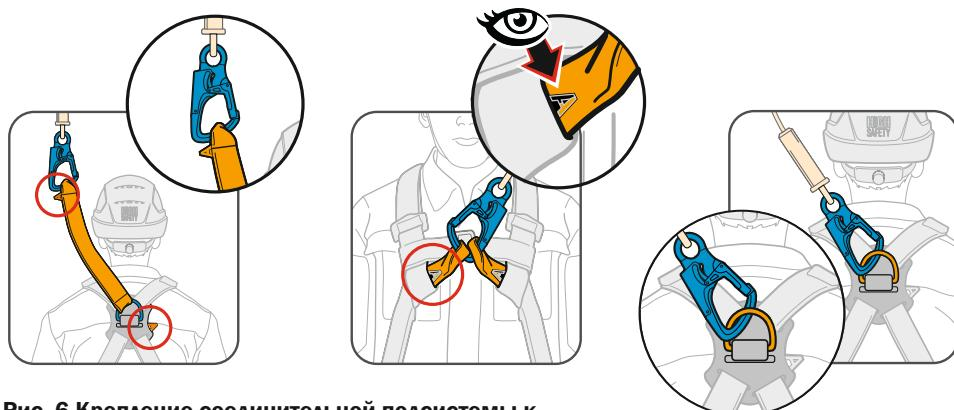

Рис. 6 Крепление соединительной подсистемы к анкерным точкам на привязи.
3. Соединить карабин соединительной подсистемы с точкой крепления привязи с маркировкой «A» (буква «A» должна быть полностью закрашена) или соединив одновременно с двумя точками крепления, обозначенными половиной буквы «A» (рис. 6).